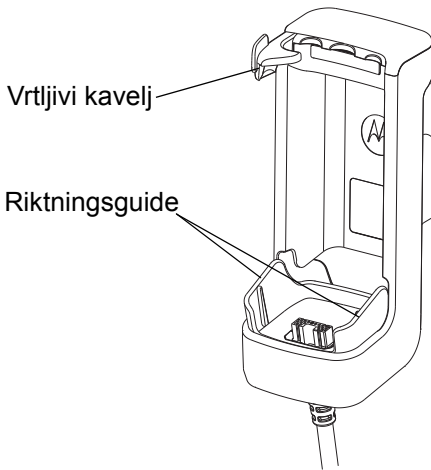

Bild 1. PMLN6182 laddningshållare med strömförsörjningsmodul för bilar.
1. Placera den bärbara TETRA-terminalen i laddaren/hållaren genom att justera skårorna längst ned på den bärbara TETRA-terminalen med riktningsguiderna längst ned på laddaren/hållaren i enlighet med Bild 1 nedan.
1. Vrid svängkroken medsols för att frigöra den. (Se bild 1 på sida 4).